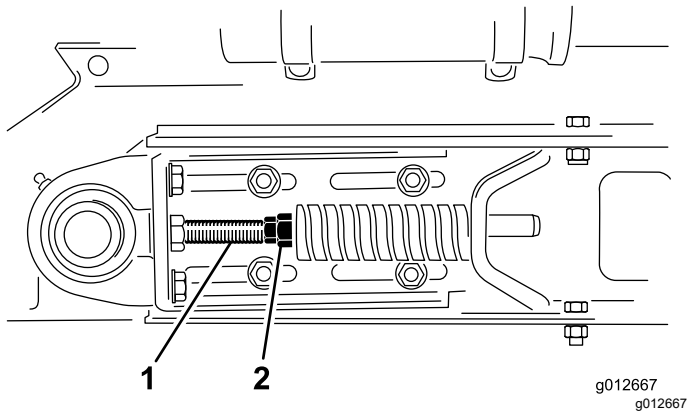

Bild 30
1. Lösen Sie die vorderen und hinteren Klemmmuttern an der Spannstange, um die Federspannung zu lösen (Bild 30).